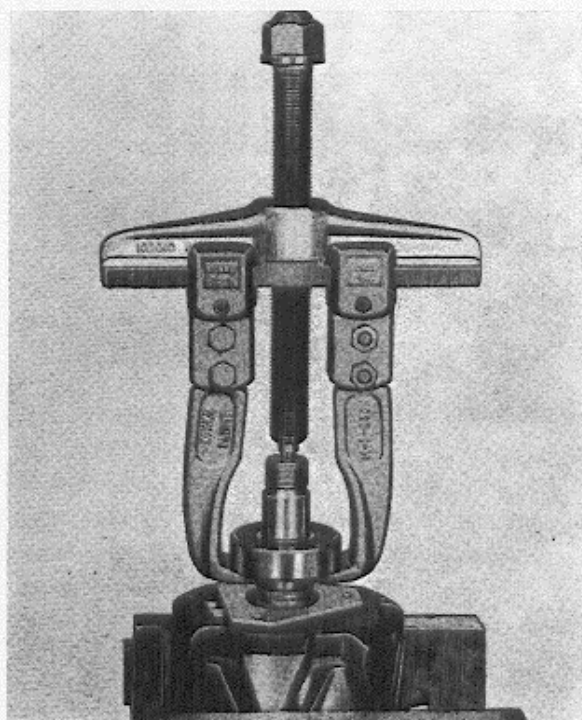

Abb. 3-15 Abziehen der Lager
2. Vorderes Lager mit einem Zweiarmaabzieher von der Welle abziehen, siehe Abb. 3-15.